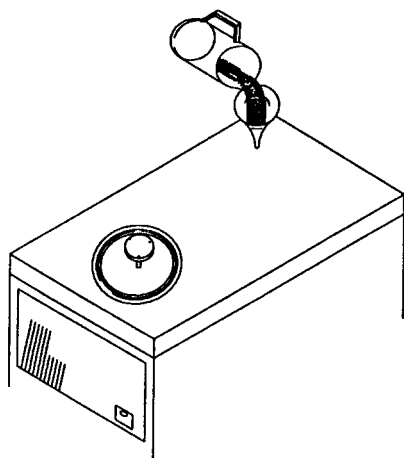

Fig. 8
11. Giet de oplossing met behulp van de bijgeleverde trechter voorzichtig in de ingietopening (zie fig. 8).